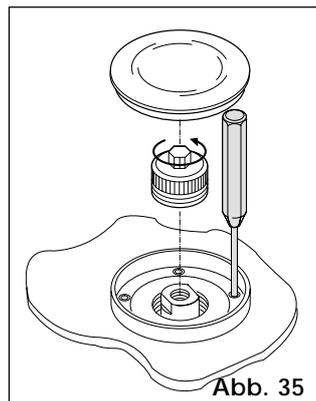
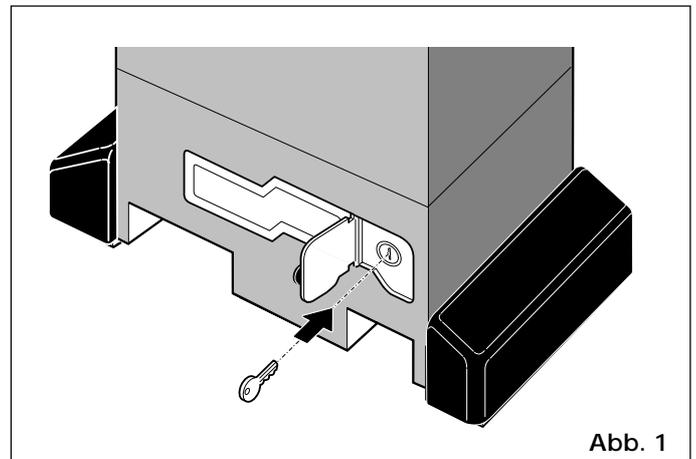

Abb. 35
Abb. 1
- 2) Abdeckung der Bohrung abnehmen (Abb. 1 -Pos. 9) und den Stöpsel der Einstellschraube für die Kupplung ganz abdrehen (Abb. 35)
- 1) Die Schutzklappe öffnen und den mitgelieferten Schlüssel in das Schloß einstecken (Abb.1).